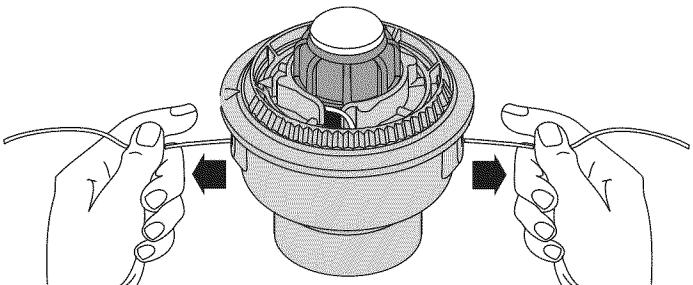

Fig. 16
9. Si el bobinado de la línea se torna difícil o la línea se enreda, tire de los extremos de la línea de la bobina. Siga enrollando el carrete interior en sentido contrario a las manecillas del reloj hasta que queden 4 pulgadas de línea en cada uno de los lados (Fig. 16).